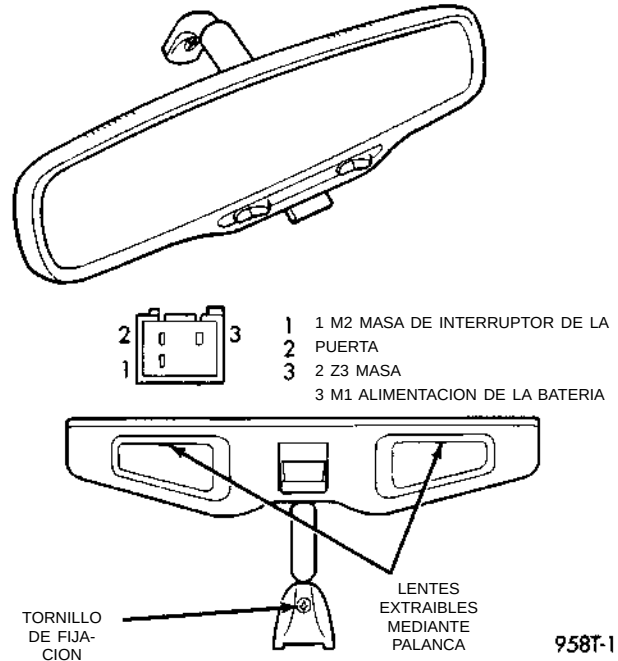

Fig. 8 Luces de Espejo/Lectura
- (1) Desconecte el conector del cableado.
- (2) Afloje el tornillo de fijación del espejo (Fig. 8).
- (3) Levante el espejo del botón de instalación.
(1) Utilice una herramienta pequeña de hoja delgada, para hacer palanca en el centro de las lentes, lo más cerca posible del espejo a fin de sacar las lentes (Fig. 8).
(2) Retire el cartucho de la lámpara y reemplácelo si fuera necesario.